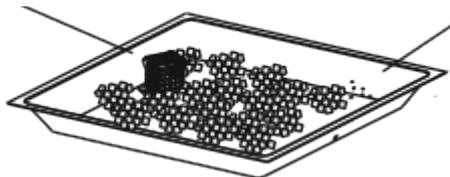

Figure 11
11. Versez TOUS les produits fournis (glace de feu) dans la cuvette du brûleur. Le brûleur DOIT être complètement couvert pour que l'appareil fonctionne correctement et en toute sécurité. Enlevez la glace de feu qui se trouvent sur le dessus du puits d'allumage. Voir la figure 11.